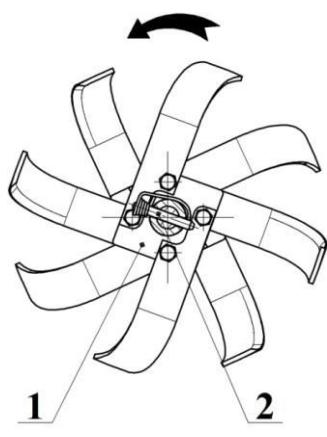

Рисунок 10 – Направление вращения фрез
2) Расположите фрезы так, чтобы положение острых кромок ножей было направлено по движению мотоблока (рисунок 10);
4.8.5 Установите блоки культиватора так, чтобы при движении мотоблока острые кромки ножей культиваторов располагались по ходу вращения выходного вала редуктора (рисунок 10). Совместите отверстия во втулке блоков культиватора и выходного вала редуктора, вставьте стопор и зафиксируйте его.